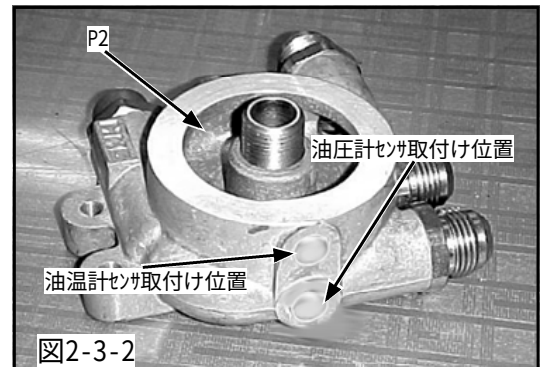

図2-3-2
- ・当社油温計を取付ける場合は、図に示す位置に油温計センサを取付けてください。(図2-3-2)
- ・当社油圧計を取付ける場合は、図に示す位置にM12-PT1/8変換アダプタと銅ワッシャφ12をアダプタサーモAssyに取付け、オスメスエルボPT1/8を用いて油圧計センサを取付けてください。(図2-3-2, 図2-3-3)